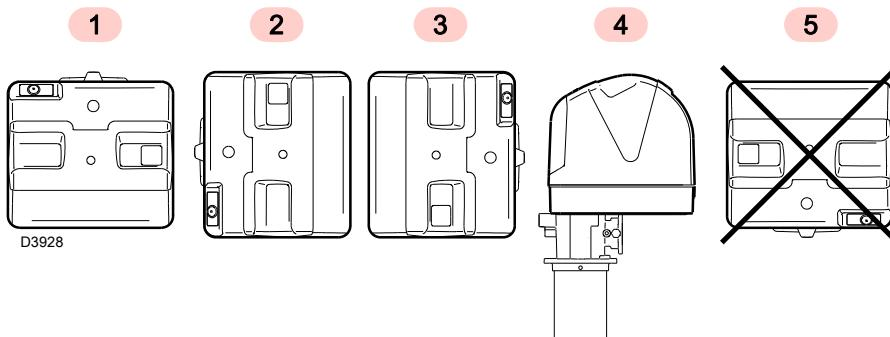

图 10
- ▶ 燃烧器设计为仅能安装在位置 1, 2, 3 和 4 (图 10)。